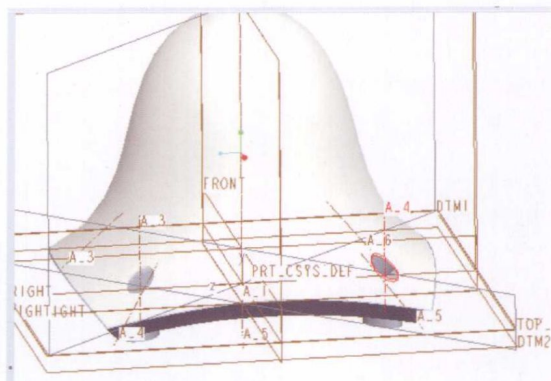

图1-50
(33) 激活开孔的旋转特征，选择镜像工具，以FRONT基准平面为镜像参照，镜像出一个新的圆孔（图1-50）。